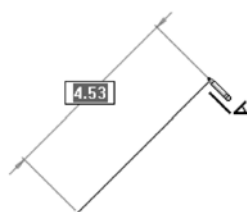

图 2-12 绘制 45° 角直线
- 45° 角直线：在绘制直线过程中，笔形光标附近会出现 45° 角直线图标符号 ，如图 2-12 所示。